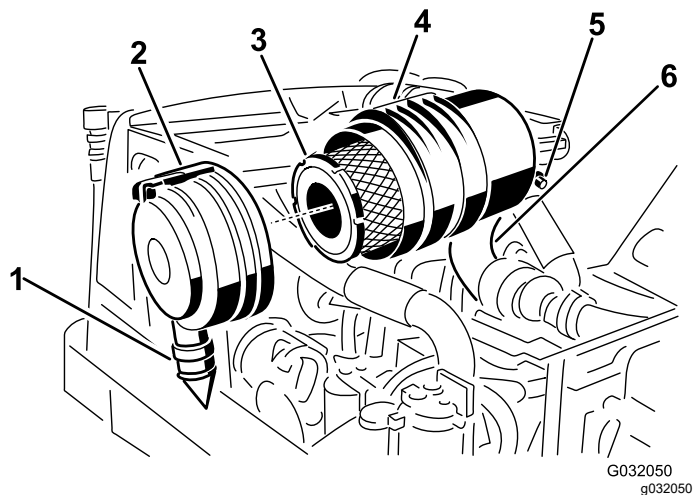

Bild 46
2. Entfernen Sie den Hauptfilter (Bild 46).
3. Wechseln Sie den Hauptfilter aus (Bild 46).